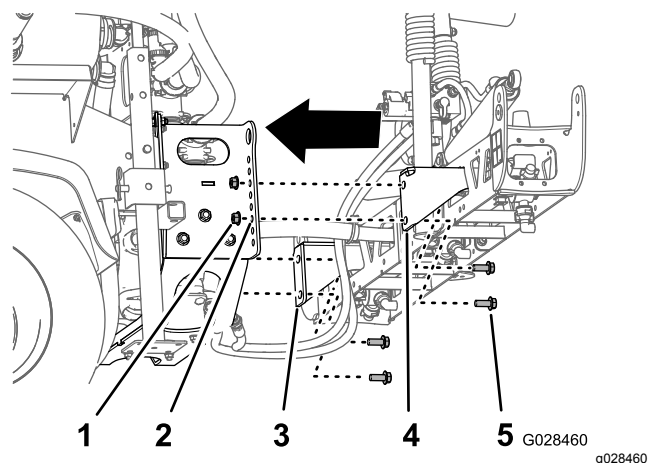

Figura 39
2. Alinee el orificio inferior de los soportes de montaje de la sección de brazo central con el tercer orificio contando desde abajo de los soportes del brazo del bastidor del patín del fumigador, como se muestra en Figura 39.